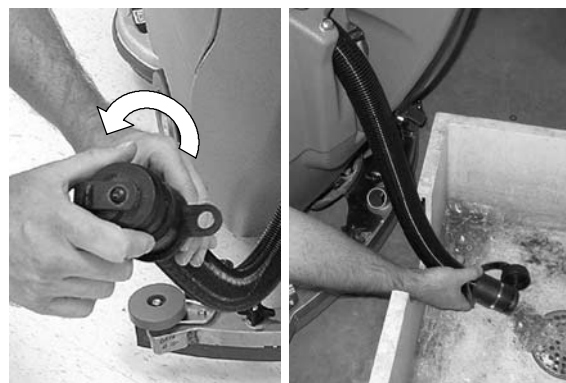

FIG. 28
1. Tout en tenant le tuyau de vidange dirigé vers le haut, retirez le bouchon puis abaissez le tuyau pour vider le réservoir (Figure 28).